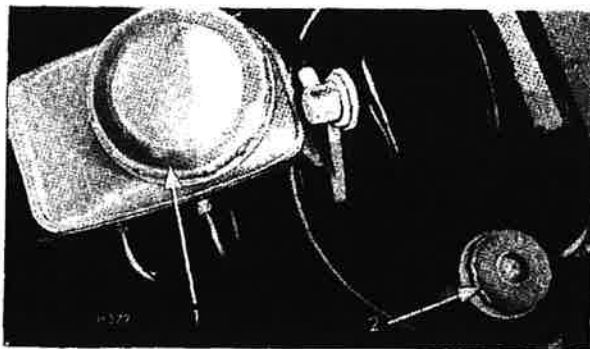

Fig. 58
**Brake Master Cylinder (1, Fig. 58)**
**Clutch Master Cylinder (2, Fig. 58).**